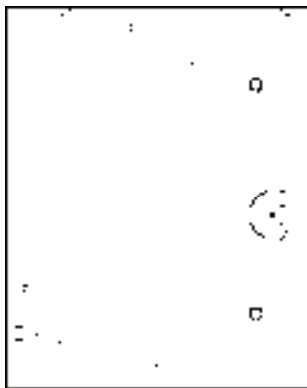

图 14-63 绘制结果
8) 在对话框中单击“自由插入”按钮, 在命令行中输入 A, 选择“转角度”选项, 翻转图形的角度, 单击指定插入位置, 绘制洗脸盆的结果如图 14-63 所示。